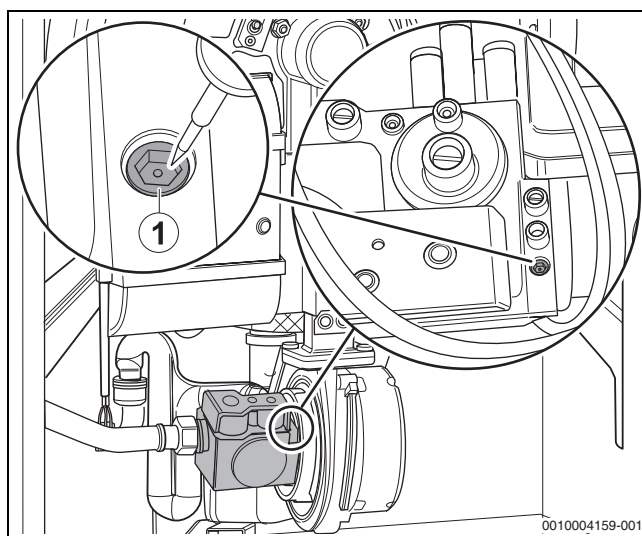

Bild 26 CO₂-Einstellung bei Volllast vornehmen
- ▶ Bei CO₂-Werten < 8,5 % oder > 9,6 % die Einstellung an der Volllast-Einstellschraube korrigieren (→ Bild 26 und Tabelle 8).
- ▶ Bei CO₂-Werten unter 9,8 % oder über 10,8 % die Einstellung an der Vollast-Einstellschraube korrigieren (→Bild 26, Seite 20 und Tabelle 9).